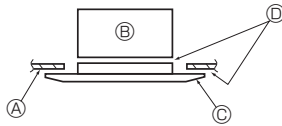

Fig. 8-7
8.3.3. Het rooster bevestigen (Fig. 8-7)